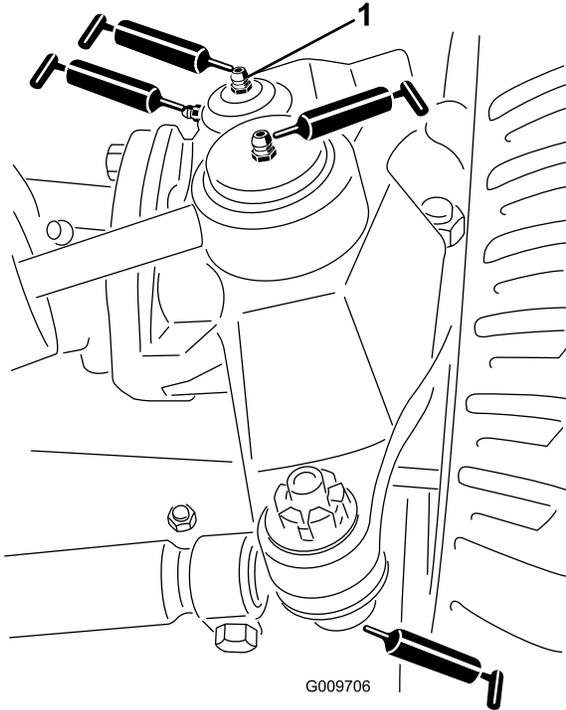

Figura 25
- Rótulas do cilindro de direção (2) (Figura 25)
- Rótulas esféricas da barra de ligação (2) (Figura 25)
- Buchas do pino principal (2) (Figura 25). **O bocal superior do pino principal apenas deverá ser lubrificado uma vez por ano (2 bombas).**